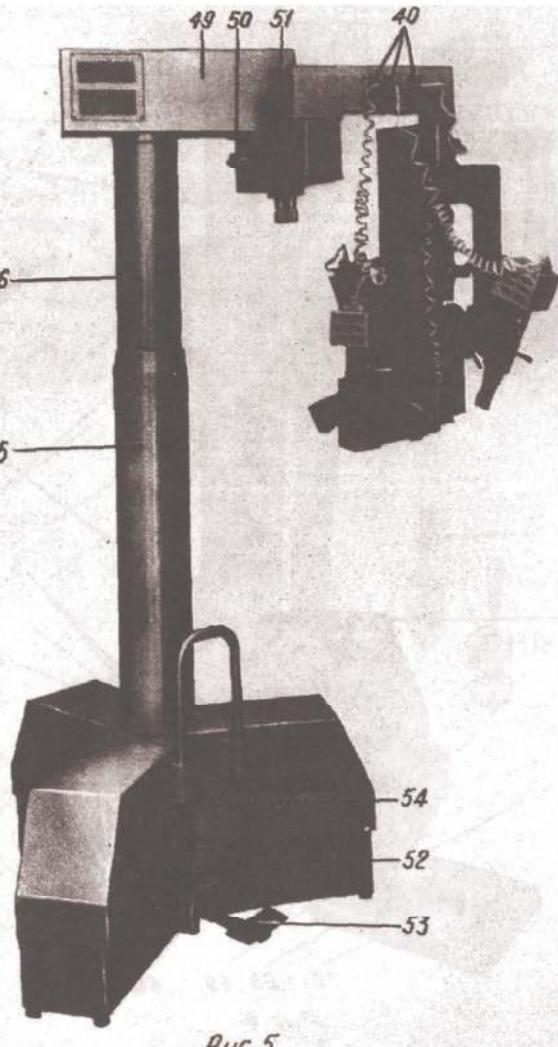

Рис. 5
Кронштейн 45 служит для крепления дополнительных приспособлений. Кронштейны 21, 27, 28, 45 с закрепленными на них узлами могут поворачиваться вокруг стойки 22 и стопориться рукоятками 46. Держатель микроскопа состоит из кронштейнов 47 (см. рис. 4 и 48), шарнирно соединенных между собой и с корпусом 49 (см. рис. 4, 5) штатива. В кронштейне 47 (см. рис. 4) жестко закреплена стойка 22 (см. рис. 2). Фиксация кронштейнов в нужном положении осуществляется с помощью рукояток 50 (см. рис. 5) и 51.
Привод подъема и опускания микроскопа расположен частично в основании 54 (см. рис. 5), частично внутри корпуса 49. Привод обеспечивает перемещение микроскопа с двумя скоростями. Боль-
нажмите ногой на рычаг 53 (см. рис. 5) и отведите его влево. При снятии штатива с тормоза нужно нажать на рычаг ногой и отвести его вправо в паз.
- Рис. 5. Микроскоп с напольным штативом.